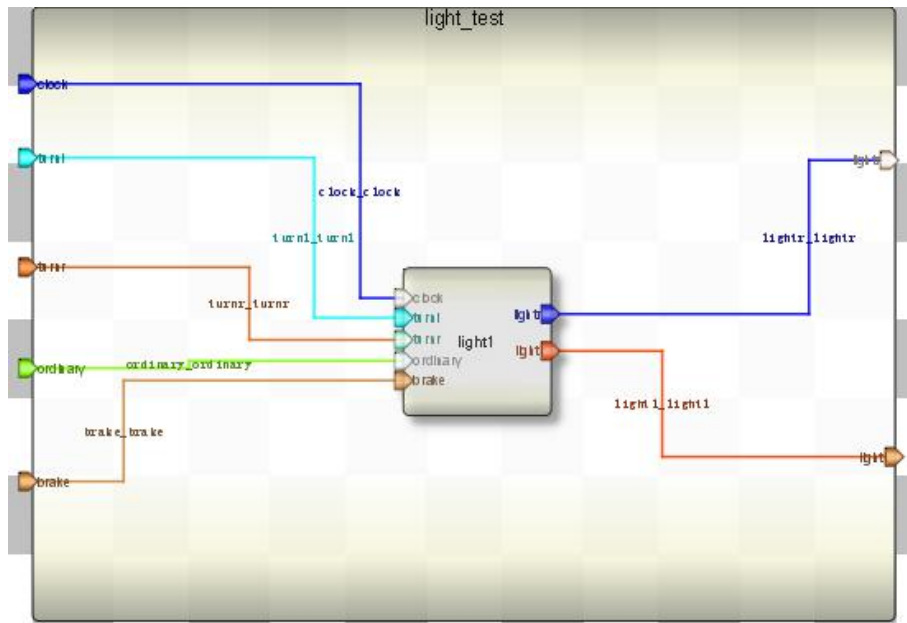

图 4. light_test 界面图
- 3) 加入模型。在 Toolbox 工具箱的 Current 栏里，会出现模型，单击该模型并在 light_test 上添加，并连接引脚，如下图 4 所示：